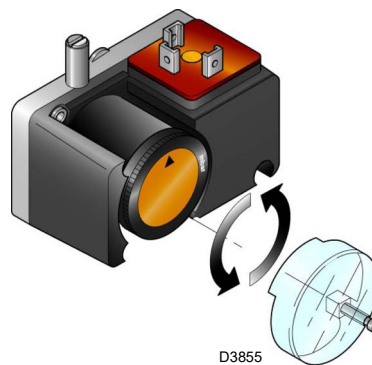

Abb. 31
- Regeln Sie den Minimal-Gasdruckwächter (Abb. 31 auf Seite 34) auf den Skalenanfang.
Effectuer le réglage du pressostat gaz seuil minimum (Abb. 31) après avoir réglé le brûleur, les vannes de gaz et le stabilisateur de rampe.